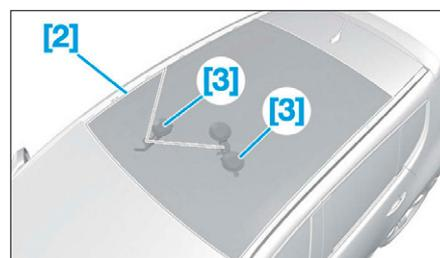

FIG. 17
- Déplacer les outils [3], suivant l'évolution de la découpe du cordon de colle (8) (Fig.17).